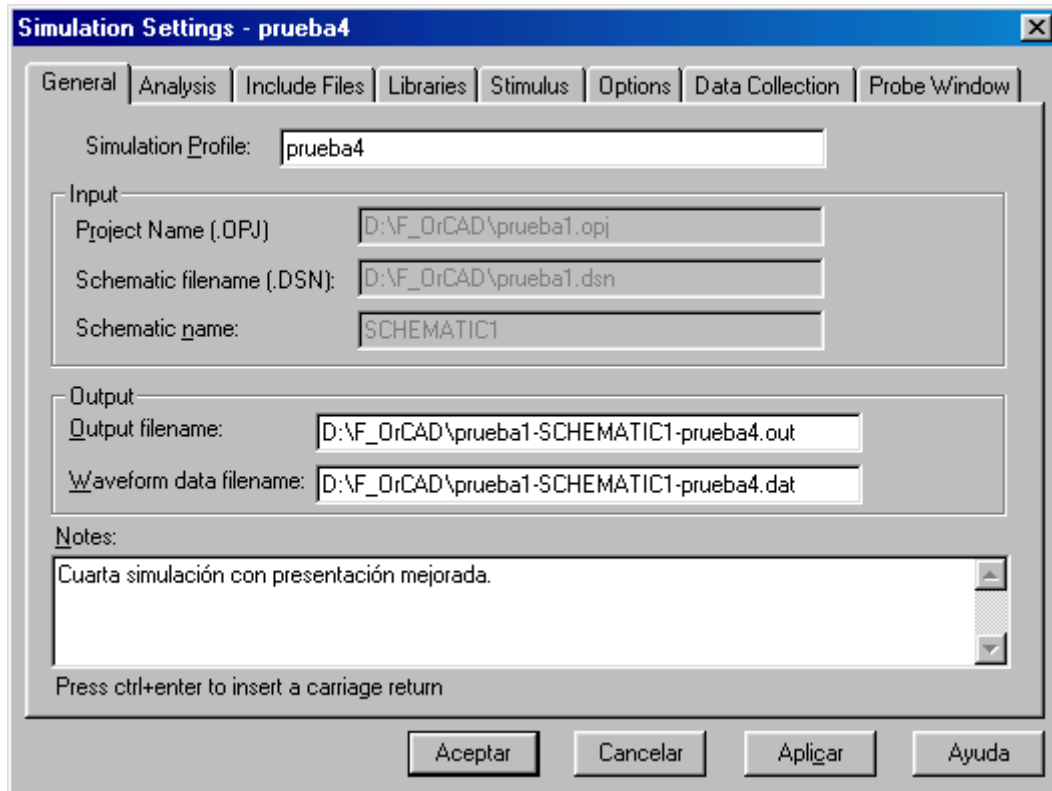

Figura 7: Ventana General, (Edit Simulation Settings).
- + Existe además un espacio reservado para las notas que se deseen realizar. Ver *Figura 7*.